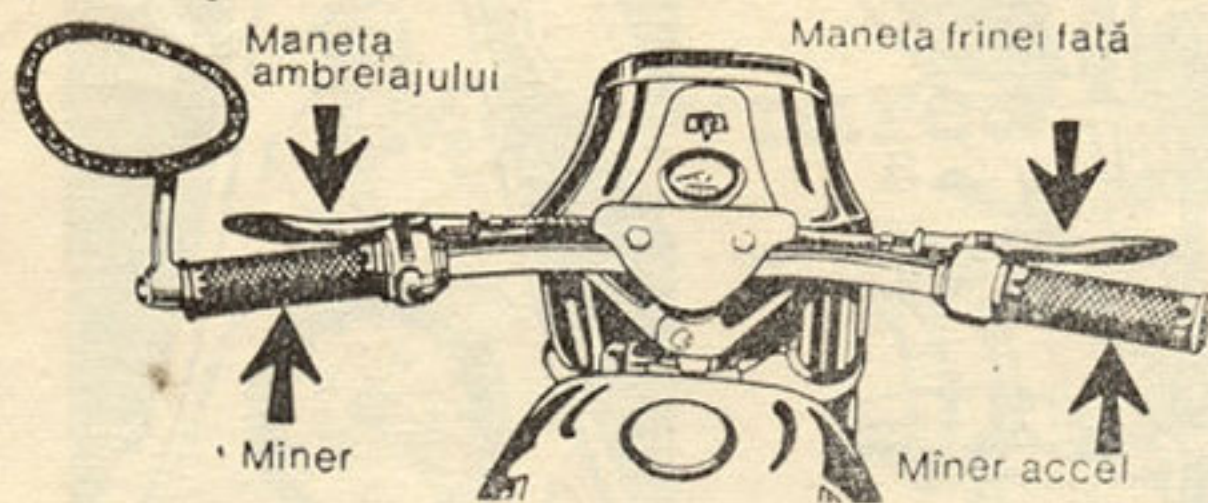
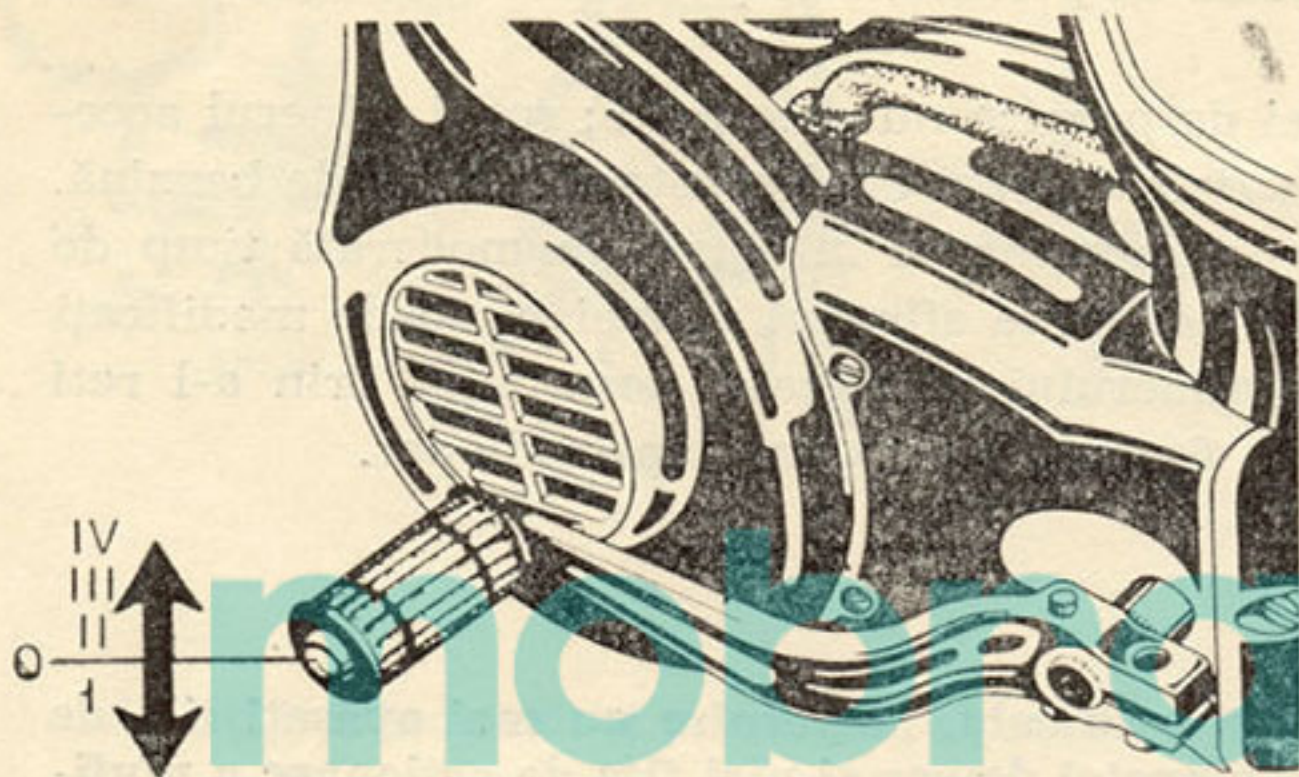

Fig. 6
Fig. 8
5. Rotiți mânerul accelerator complet în sensul invers celui indicat în fig. 6.
În timpul acționării pedalei de pornire nu accelerați ; rotiți mânerul accelerator în sensul indicat în fig. 6 numai când constatați exces de benzină.
7. După ce motorul a pornit mențineți-l la o turație moderată timp de 3—4 minute pentru a se încălzi; la sfârșitul acestei perioade modificați după necesitate poziția mânerului accelerator terminând prin a-l roti complet în sensul din fig. 6, pentru a ridica clapeta de aer.
1. Motorul odată pornit, acționați maneta ambreiajului (fig. 6), apropiind-o de mâner și apoi apăsați cu vârful piciorului pedala de schimbare a vitezelor (fig. 8) în sensul I.
2. Rotind în mod progresiv mânerul accelerator ca în fig. 6, eliberați încet și continuu maneta ambreiajului pînă cînd motoreta se pune în mișcare.
indicat în fig. 6, în același timp cu acționarea manetei ambreiajului și apoi acționați pedala pentru schimbarea vitezelor în sensul II.
nevrînd corespunzător maneta ambreiajului și mînerul accelerator. După fiecare acționare, pedala revine singură în poziția indicată în fig. 8. Utilizați diferitele trepte de viteză în domeniile indicate mai jos :
1. Reduceți admisia motorului rotind mînerul accelerator în sens invers celui reprezentat în fig. 6.